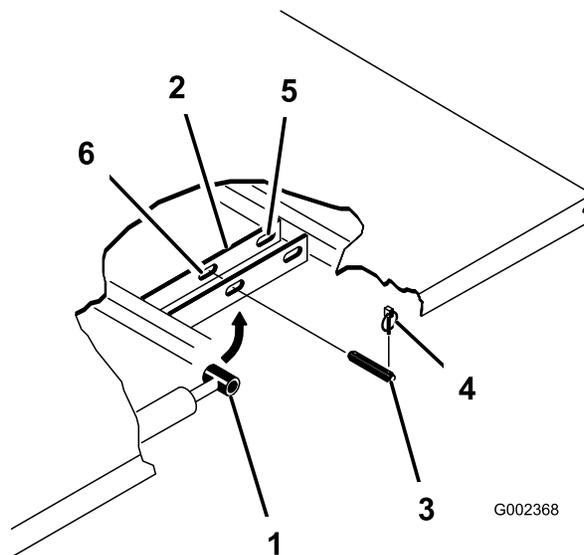

Figura 35
- Retire os pinos de sujeição das extremidades exteriores dos pinos de forquilha da haste do cilindro (Figura 35).